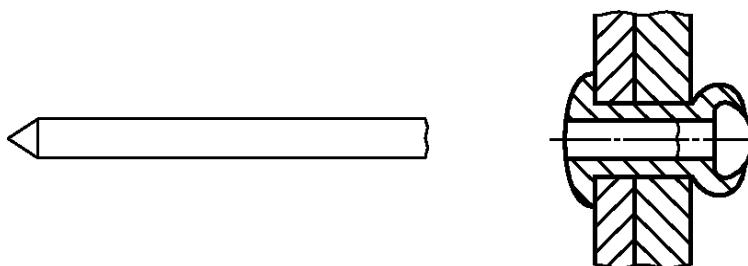

Рисунок 5 — Разрывающийся вытяжной сердечник
2.2.1.2 разрывающийся вытяжной сердечник (break pull mandrel): После установки заклепки сердечник разрывается около соединения его головки и хвостовика, при этом головка и небольшая часть хвостовика сердечника могут оставаться в корпусе заклепки (рисунок 5).
- 2.4.2 **частично заполненная сердцевина** (semi-filled core): Заклепка, у которой после установки в корпусе остается только небольшая часть сердечника (рисунок 5).